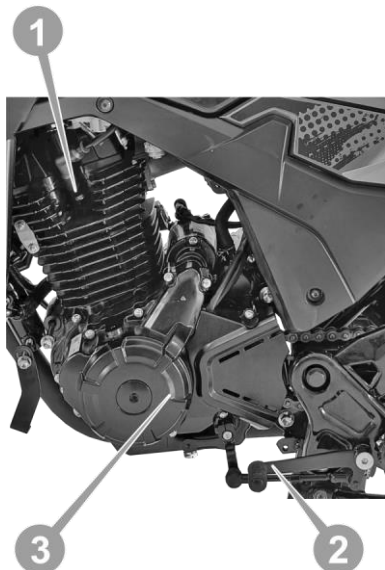

Рисунок 3.5. Силовий агрегат, вид зліва
- Паливний кран (див. рис. 3.5.) відкритий.